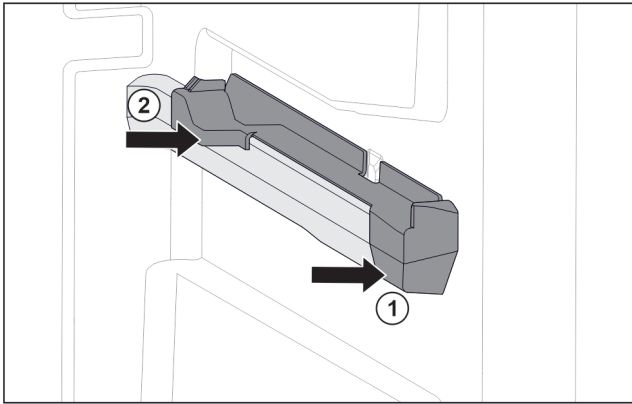

Fig. 63 Вставная часть на правом контейнерном ребре
- ▶ Наденьте вставную часть спереди на контейнерное ребро. Fig. 63 (1)
- ▶ Нажмите на вставную часть сзади. Fig. 63 (2)